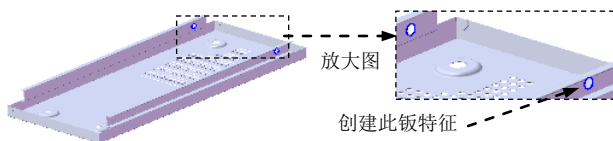

图 17.9.54 创建孔 1
(1) 选择命令。选择下拉菜单 **插入(I)** → **阵列/镜向(E)** → **填充阵列(F)** 命令。
(2) 定义填充边界。选取 Step23 创建的草图为边界。
(3) 定义阵列布局。在 **阵列布局(O)** 区域中选中“穿孔”按钮 ，在  (实例间距) 文本框中输入 8，在  (交错断续角度) 文本框中输入 0，在  (边距) 文本框中输入 2。
(4) 定义要阵列的特征。选中 **要阵列的特征(F)** 区域中的  **所选特征(U)** 单选框，单击  后的区域，选取 Step22 创建的切除一拉伸 2。
(5) 单击对话框中的  按钮，完成填充阵列 1 的创建。
Step25. 创建图 17.9.54 所示的孔 1。